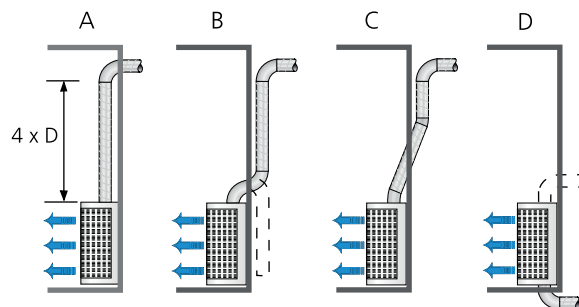

Рис. 4. Примеры влияния способа подключения терминала на уровень шума. См. таблицу. См. раздел Акустика-проектирование общего каталога.
Следует иметь в виду, что в диаграммах выбора представлены характеристики при эквивалентной площади звукопоглощения 150 м², что означает весьма высокие скорости забора воздуха в терминале. Следует также рассчитать правильное подключение воздухопроводов - без создания дополнительного шума. См. рис. 4.
- Значения дБ (А) приведены для помещений с звукопоглощением, эквивалентным площади 150 м² и на расстоянии 2 м от аппарата, а также при прямом, без помех, участке подключенного воздухопровода. См. рис. 4 для учета влияния типа подключения воздухопровода на рост уровня шума.